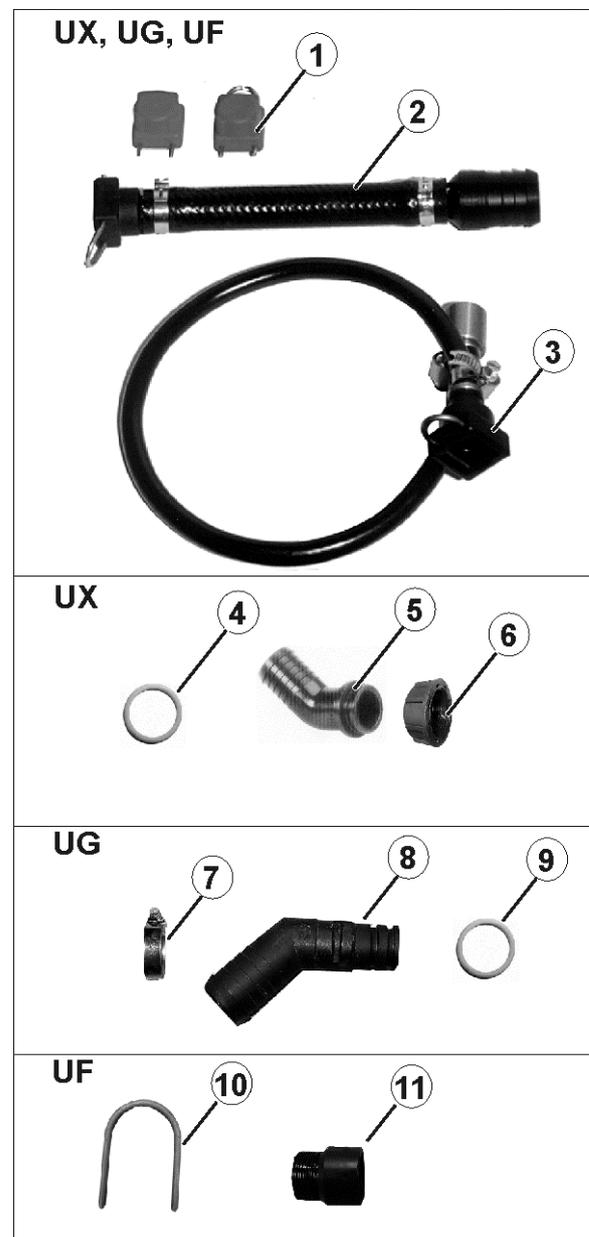

Fig. 189
1. Soltar la tuerca de racor (Fig. 189/1).